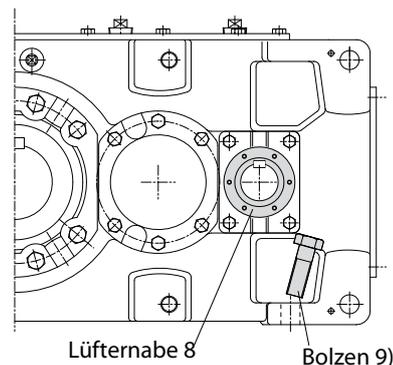

Abb. 7
4. Getriebe mit Bolzen auf der Montagefläche montieren (Abb. 7).